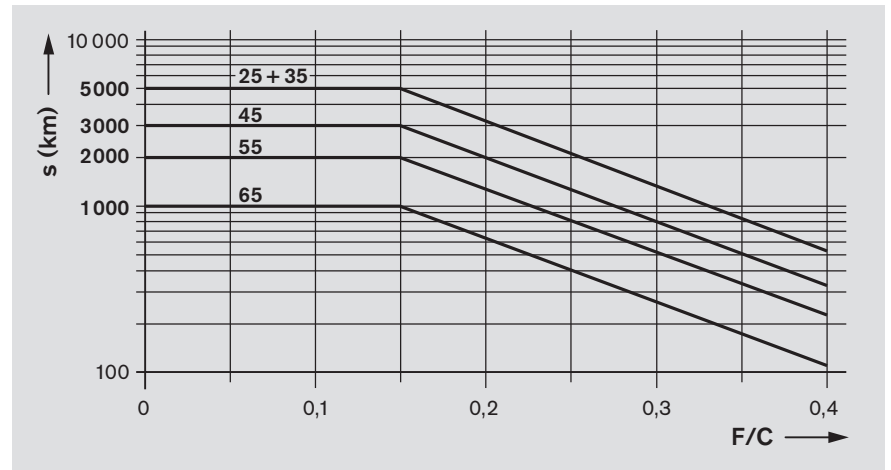

Figura 4
- Controlar las placas adicionales de lubricación una vez que se haya alcanzado la carrera indicada en la figura 4.
Una vez alcanzada la carrera según la figura 4, o a más tardar hasta los 2 años de uso, se recomienda cambiar las placas adicionales de lubricación y reengrasar nuevamente los patines.
- Una vez alcanzada la carrera según la figura 4 introducir la cantidad de lubricante según tabla 4.